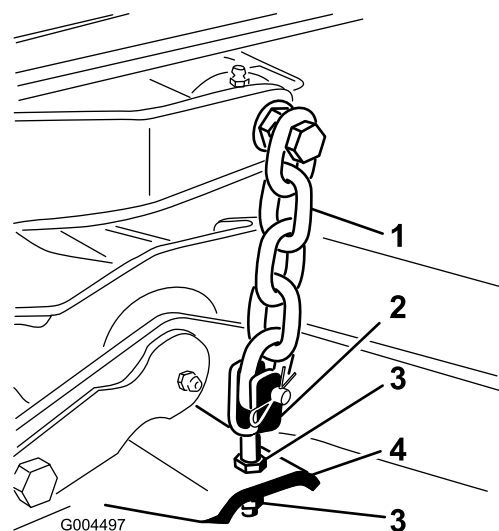

Figura 79
7. Ajuste as porcas de segurança que prendem as forquilhas/correntes da plataforma traseira para elevar a traseira da plataforma de forma a que a inclinação da lâmina fique definida para 8 mm (Figura 79).